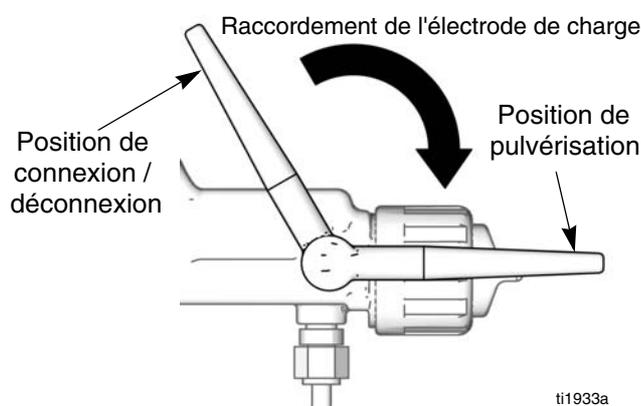

FIG. 4
2. Appuyez sur l'électrode en position Connexion/ Déconnexion comme indiqué dans la FIG. 4.